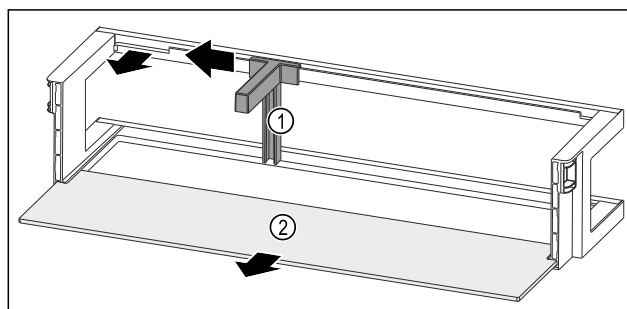

Fig. 51 Balconcino controporta con portabottiglie e ripiano
- Spingere il portabottiglie Fig. 51 (1) lateralmente fino all'incavo.
- Rimuovere il portabottiglie Fig. 51 (1).
- Rimuovere il ripiano Fig. 51 (2).